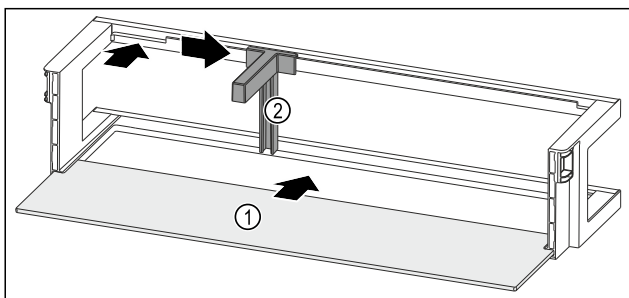

Fig. 104 Дверная полка со съемной полкой
- ▶ Вдвиньте съемную полку Fig. 104 (1) в боковые пазы.
- ▶ Установите держатель для бутылок Fig. 104 (2) в выемку.
- ▶ Сместите держатель для бутылок Fig. 104 (2) в нужное положение в сторону.